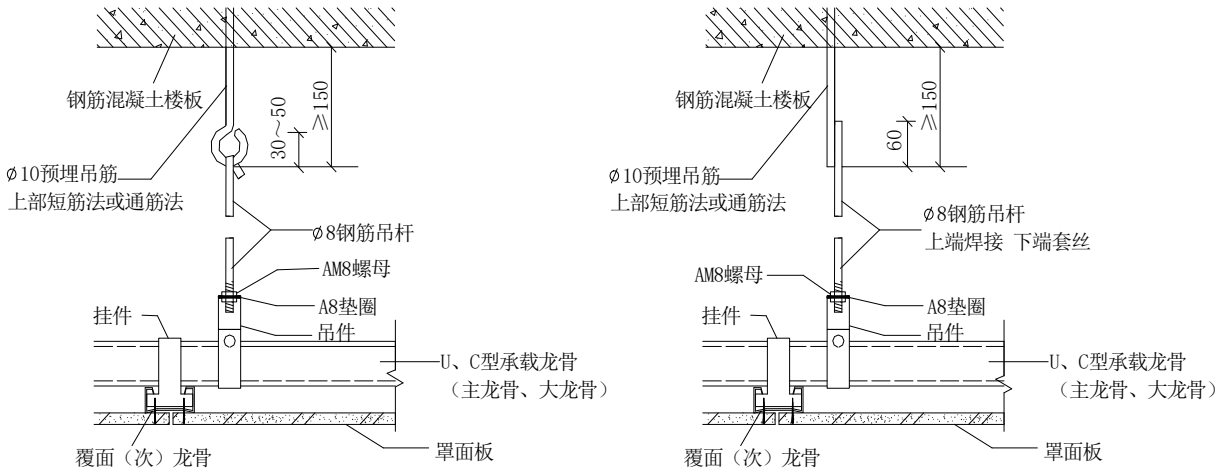

图 3.2.2.2(1) 上人吊顶吊点紧固方式及悬吊构造节点
3.2.2.2 吊杆与主龙骨的连接以及吊杆与上部紧固件的连接如图 3.2.2.2(1)和图 3.2.2.2（2）